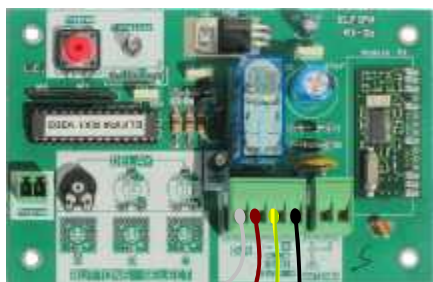
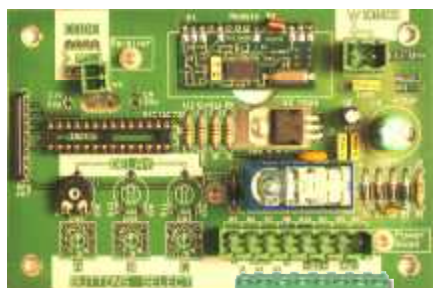

Fig.1
Fig.2
a) –I Collegamenti nel “Ricevitore Radio ad 1 Canale” sono due; uno per l’alimentazione e l’altro per il relè di comando come visibile in Fig. 1 per la scheda RX-3a e Fig. 2 per la scheda RX-3. Per collegare l’alimentazione all’ingresso (Power/AC), che è protetto, inoltre, da accidentali inversioni di polarità e corto circuito, vanno usati i fili Giallo\Verde (-) e Nero (+). Mentre per l’uscita del relè di comando (OUT) vanno utilizzati i restanti due fili Marrone e Blu (o Grigio).